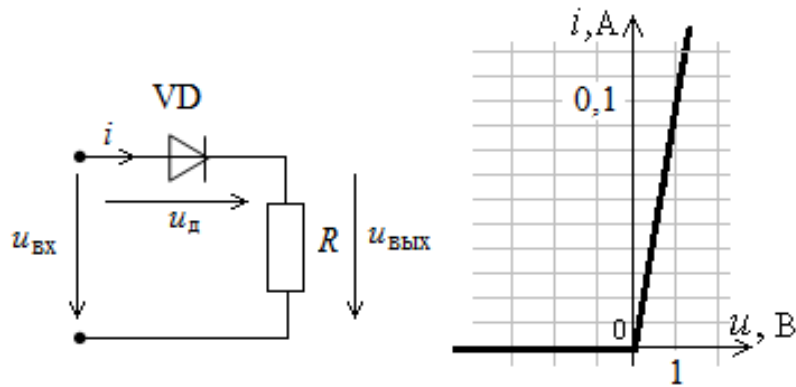

Рис. 3П
6. На рис. 3П показана вольтамперная характеристика диода. Постройте кривые мгновенных значений напряжения на диоде и выходного напряжения, если действующее значение синусоидального напряжения на входе $U=2$ В, сопротивление линейного резистора $R=100$ Ом.